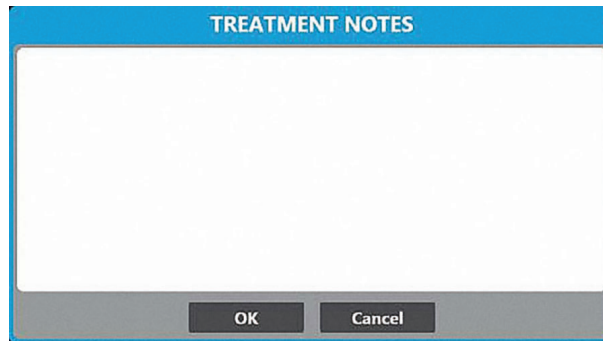

Figura 17. Janela **TREATMENT NOTES** (Notas de tratamento)
- Prima o botão **TREATMENT NOTES** (Notas de tratamento) no ecrã de Terapia para adicionar observações e outras informações relevantes ao ficheiro de tratamento (Figura 17).